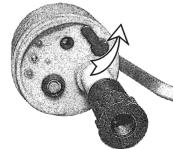
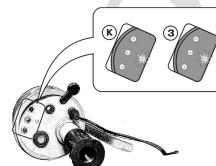

Рис. 7 Подготовка указателя напряжения к зарядке встроенного источника электропитания
Рис. 8 Световая сигнализация режима зарядки встроенного источника электропитания
3.3.8. Режим зарядки производится от внешнего сетевого зарядного устройства при рабочей части, разъединенной с изолирующей штангой. Для его подключения производится освобождение зарядного гнезда на корпусе указателя от полимерной защитной заглушки (см. рис. 7). Индикация процесса зарядки (рис.8) осуществляется непрерывным красным свечением двухцветного светодиода, расположенного непосредственно рядом с зарядным гнездом на торце электронного блока рабочей части указателя. Полная зарядка встроенного аккумуляторного источника электропитания указателя характеризуется зеленым свечением двухцветного светодиода, что свидетельствует о готовности указателя к эксплуатации.